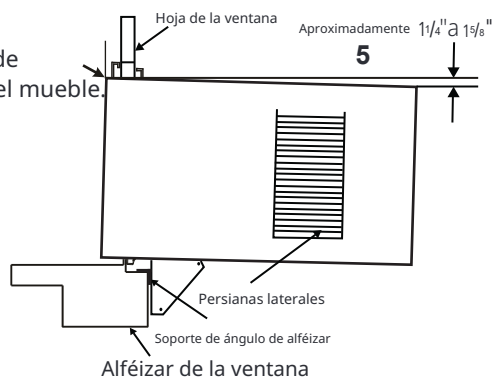

Fig.14
- NOTA: Compruebe que el aire acondicionado está inclinado hacia atrás aproximadamente 1/4" a 1/8" (inclinado alrededor de 3° a 4° hacia abajo hacia el exterior). Después de la instalación adecuada, el condensado no debe drenar del orificio de drenaje de desbordamiento durante el uso normal, corrija la pendiente de lo contrario (Fig.14).